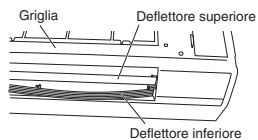

Fig. 3-84
- (5) Liberandone i quattro pernetti rimuovere il deflettore inferiore. (Figs. 3-84 e 3-85)